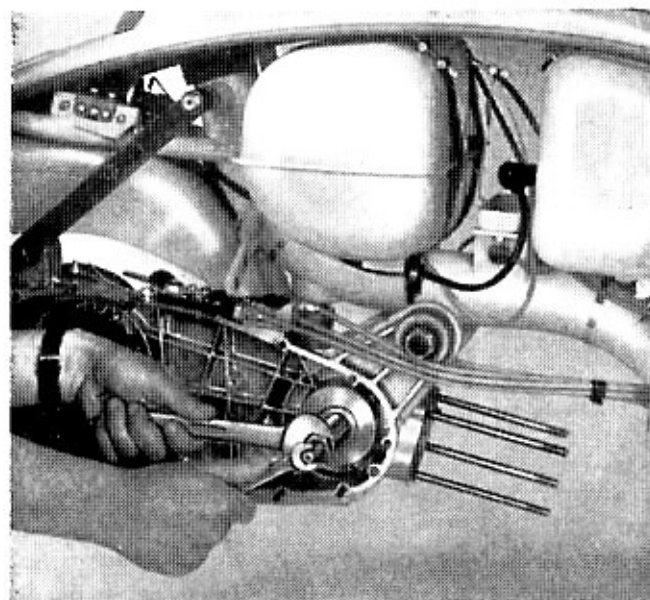

Fig. 26
- 36** Rimontare il cuscinetto a sfere albero motore: infilare sulla vite dell'attrezzo il disco $\varnothing 60$ e quindi il cuscinetto a sfere. Fare attenzione che la faccia scaricata del disco sia rivolta verso il cuscinetto. Infilare la vite nell'alloggiamento del cuscinetto dal lato magnete. Infilare sulla vite dal lato pignone il disco $\varnothing 73$ e quindi il distanziale. Avvitare il dado sul distanziale fermando la vite con una chiave da 12 e facendo attenzione che il cuscinetto venga montato in piano nella sua sede e si trovi alla fine del montaggio contro il suo spallamento. Montare quindi dall'interno del carter motore la rondella di tenuta e la flangia di bloccaggio con guarnizione. Vedi fig. 26.